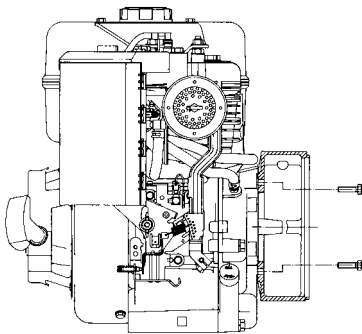

Fig. 1
-) montare il coperchio anteriore sul motore fissandolo con le apposite viti e applicando una coppia di serraggio di $48 \pm 7\%$ se si impiegano viti M10 o $21 \pm 7\%$ Nm nel caso di viti M8 (fig. 1).
-) mount the front cover on the motor, fixing it with the appropriate screws and applying a tightening torque of $48 \pm 7\%$ Nm if using M10 screws or $21 \pm 7\%$ Nm for M8 screws (fig. 1).
-) monter le couvercle avant sur le moteur en la fixant avec les vis prévues à cet effet et en appliquant un couple de serrage de $48 \pm 7\%$ Nm si on utilise des vis M10 ou de $21 \pm 7\%$ Nm en cas de vis M8 (fig. 1).
-) den vorderen Deckel auf den Motor setzen und ihn mit Hilfe der entsprechenden Schrauben und einem Anzugsmoment von $48 \pm 7\%$ festziehen, wenn Schrauben M10 verwendet werden, oder aber mit einem Anzugsmoment von $21 \pm 7\%$ Nm bei Verwendung von Schrauben M8 (Abb. 1).
-) montar la tapa anterior encima del motor sujetándola con sus tornillos y aplicando un par de torque de $48 \pm 7\%$ Nm si utiliza tornillos M10, o de $21 \pm 7\%$ Nm si utiliza tornillos M8 (fig. 1).